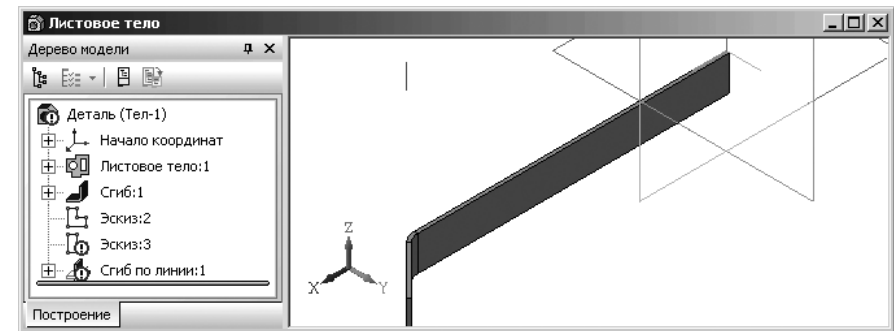

Рис. 7.48. Измененный вид листовой детали
- нажмите на клавишу **F5** или щелкните на панели **Вид** по кнопке **Перестроить**, если она выведена на панель. В соответствии с внесенными изменениями параметров листового тела будет перестроена модель (рис. 7.48).